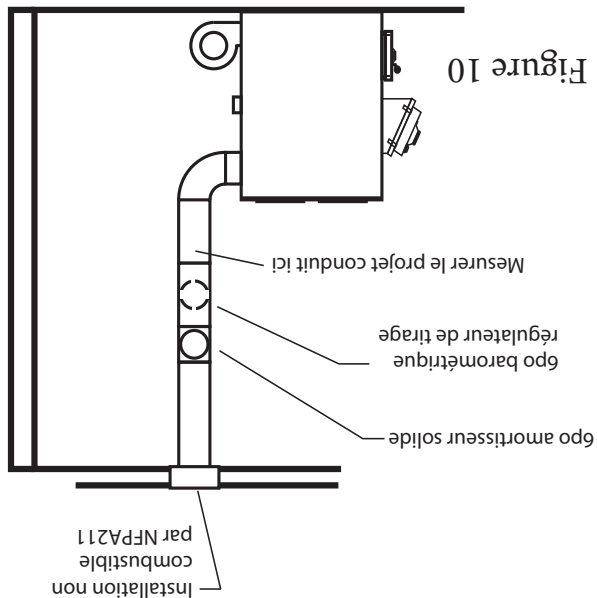

Figure 9
2. Assembler la poignée du panneau de chargement comme illustré à la figure 9. Installer le thermostat assemblé et le couvercle (avec la poignée) comme illustré à la figure 9.
3. Aligner le bouton de commande du thermostat avec l'encoche plate sur la tige de contrôle du thermostat et pousser en place. (Voir la figure 9)